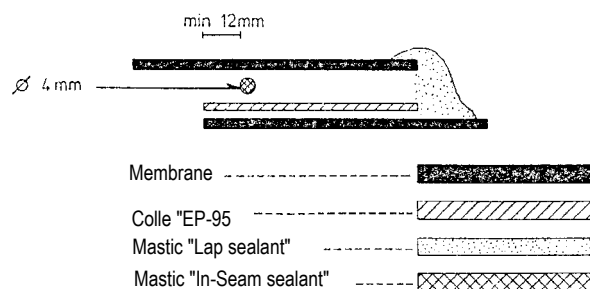

Fig. 1
4.3.1.1 Joints avec la colle EP 95 (voir fig 1)